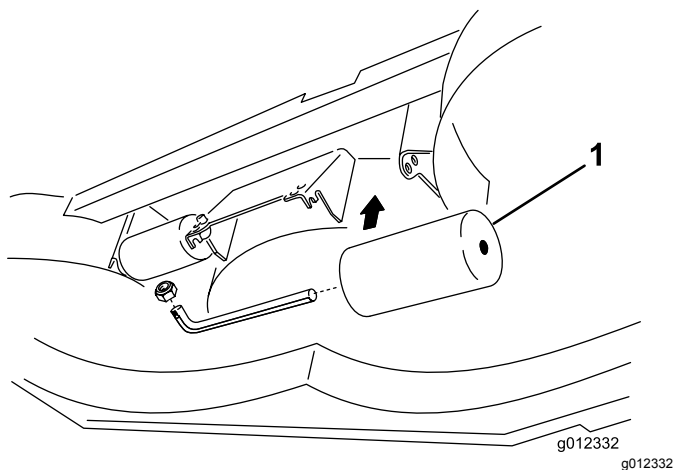

Figura 12
2. Ajuste los rodillos traseros (internos) tal y como se muestra en la Figura 12.